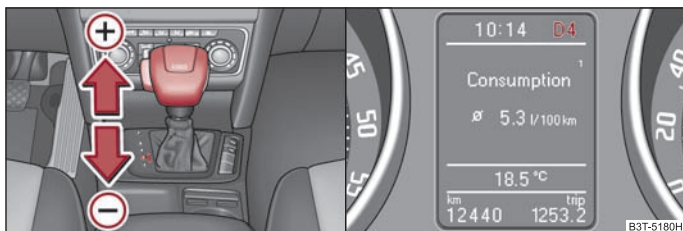

Abb. 138 Wählhebel: manuelles Schalten / Informationsdisplay: manuelles Schalten
Die eingelegte Wählhebelstellung wird zusammen mit dem eingelegten Gang im Informationsdisplay des Kombi-Instruments angezeigt ⇒ Abb. 138 - rechts.
- Tippen Sie den Wählhebel (in der Tiptronic-Stellung) nach vorn an ⇒ Abb. 138 ⊕.